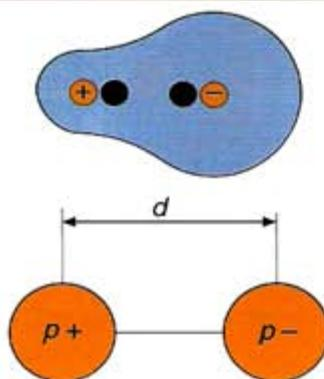

Fig. 1.10. Dipolo eléctrico.
**1. Polarización.** Se origina cuando uno de los átomos que forma la molécula tiene más afinidad por los electrones que el otro, por lo que la molécula resultante, aunque neutra, es en cierto modo polar. La molécula se comporta en estos casos como un **dipolo eléctrico** (Fig. 1.10), cuya polaridad depende tanto de la distancia entre las cargas como del valor de éstas.